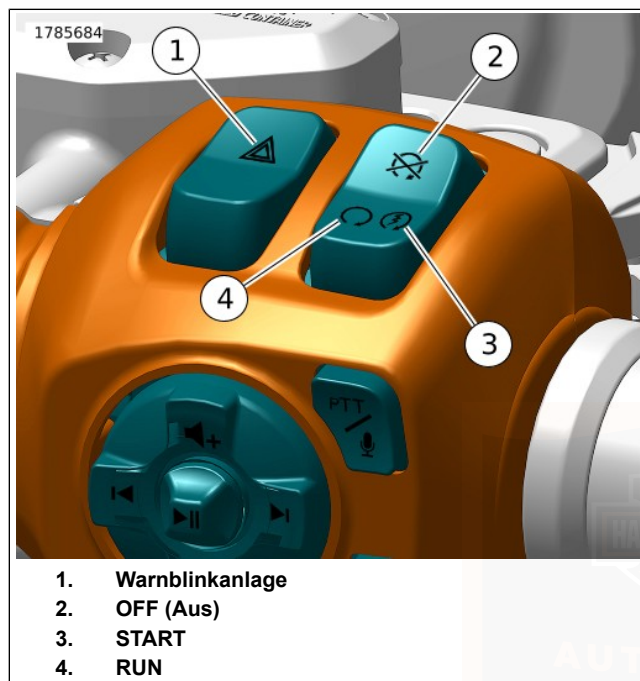

Abbildung 56. RHCM: Tasten des Motorbetriebsschalters und der Warnblinkanlage
1. Siehe Abbildung 56. Bei vorhandenem Sicherheitsschlüsselanhänger den Motorbetriebsschalter auf RUN (Ein) (4) stellen. Den Gasdrehgriff nicht drehen.
5. Den Anlasserknopf (3) zum Anlassen des Motorrads drücken und loslassen.
2. Siehe Abbildung 56 . Den Motorbetriebsschalter auf OFF (Aus) (2) stellen.
1. Siehe Abbildung 56. Den Motorbetriebsschalter auf RUN (Ein) stellen.
1. Siehe Abbildung 56 . Den Motorbetriebsschalter auf OFF (Aus) (2) stellen.